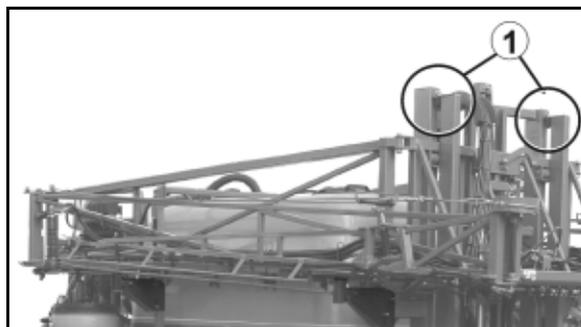

Fig. 3
- am Gestängeträger (2 Stück) (Fig. 3/1)